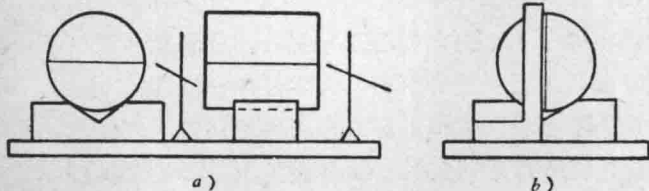

图 9 划綫的步驟和方法。
1. 把毛坯車成圓軸,使它的直徑等于 d 。在圓軸的一端平面上和四周外圓上塗一层白粉,然后把它放在 V 形槽鉄中,用划針盘的針尖对准圓軸中心在平面和外圓上划一条水平綫(图 9 a)。
2. 把工件转过 90° ，用角尺对齐垂直线（图 9 b）再划一条水平线，并跟垂线相交。